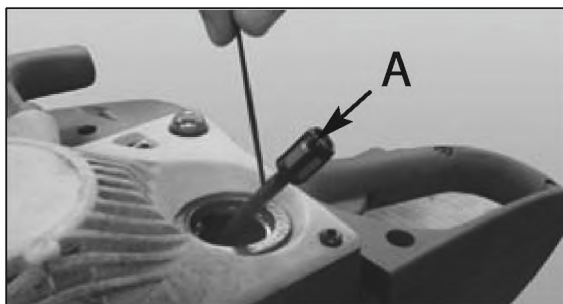

Рис. 16
4. Выньте топливный фильтр (A) из бака (рис. 16).